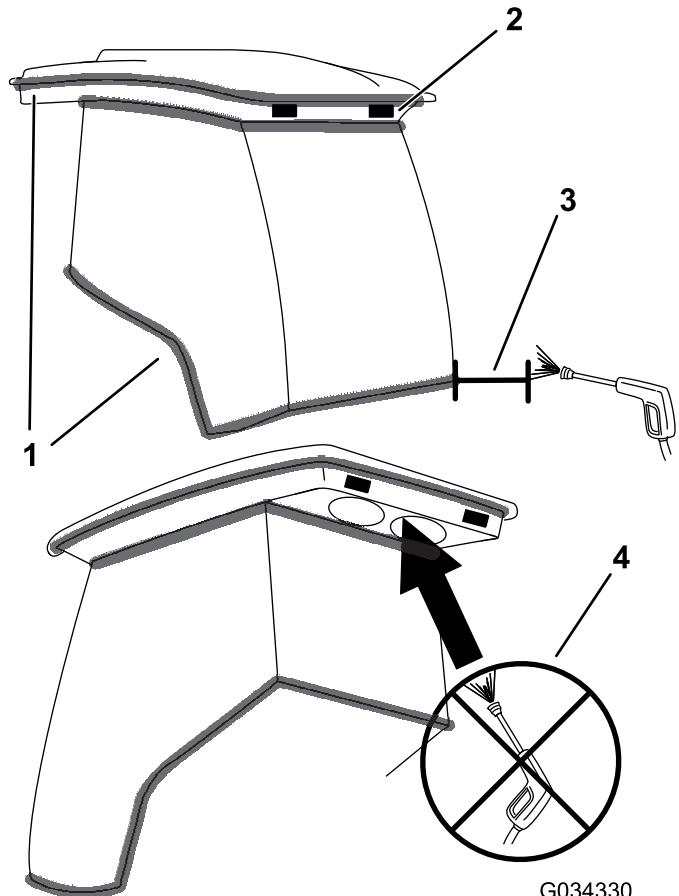

Figura 92
**Importante:** Tenga cuidado alrededor de las juntas y las luces de la cabina (Figura 92). Si utiliza un lavador a presión, mantenga la vara del lavador a al menos 0.6 m (2 pies) alejada de la máquina. No use el lavador a presión directamente en las luces y las juntas de la cabina, o debajo de voladizos traseros.